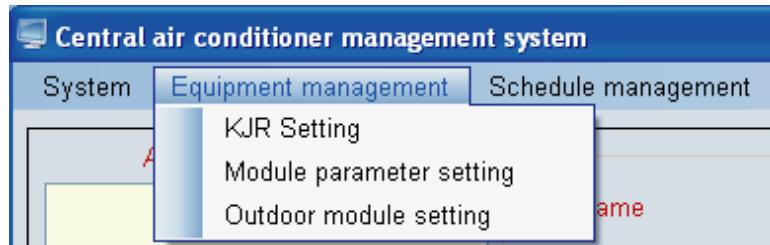

Рис. 4-18
③ Нажмите на кнопку “Exit the program” («Выход из программы») для выхода из программы, на экране
2) “Equipment management” («Управление оборудованием») включает следующие пункты : “KJR Setting” («Настройка KJR»), “Module parameter setting” («Настройка параметров модуля»), “Outdoor module setting” («Настройка наружного модуля»), как показано на Рис. 4-18.